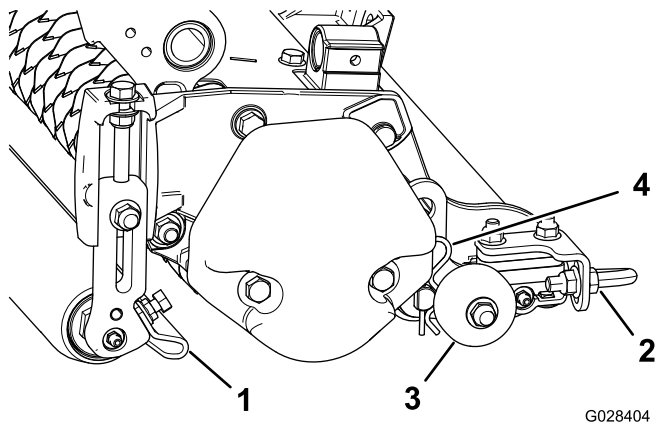

Рисунок 11
1. Ослабьте гайки с буртиками, которые крепят скребки роликов (Рисунок 11).
Перед тем, как опустить вертикуттер на пол в мастерской или извлечь его из тягового блока, опустите ведущие ролики (Рисунок 11), чтобы обеспечить отсутствие контакта ножей с твердой поверхностью.